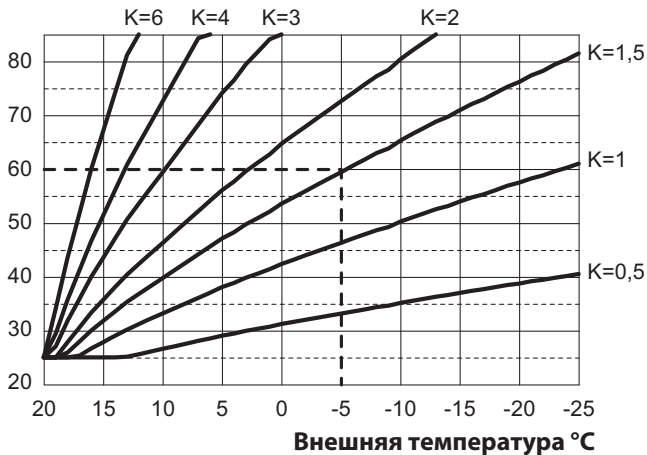

Рисунок 5.27
Если к котлу **ПОДСОЕДИНЕН** пульт дистанционного управления (дополнительно), см. Рисунок 5.27.
При установке внешнего датчика, необходимо установить данный параметр в зависимости от производительности системы отопления для оптимизации температуры нагнетания (Рисунок 5.27).
Например, для обеспечения температуры нагнетания системы отопления 60 °C при внешней температуре -5 °C, необходимо установить коэффициент K на 1,5 (пунктирная линия, см. Рисунок 5.27).
- Используя кнопку 10 или 11, можно изменить значение параметра 15 с минимум **01** до максимум **60** в зависимости от выбранной кривой коэффициента K, см. Рисунок 5.27, (на дисплее показано десятичное значение коэффициентов K).